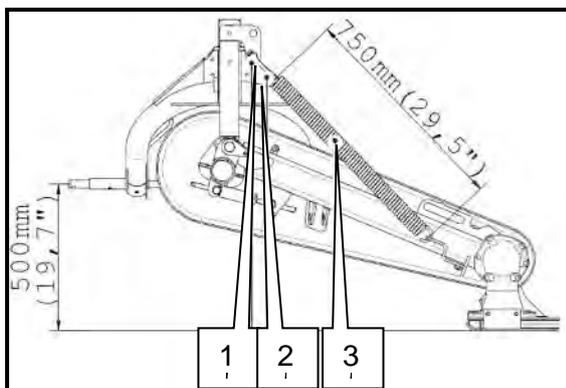

Fig. 87 Ajustar la descarga por muelle
- Suelte la contratuerca (1).
- Ajuste el muelle de tracción (3) a una longitud de 750 mm (29.5") con el tornillo de ajuste (2) (Fig. 87).